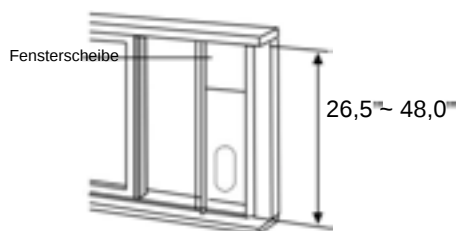

Abb. 13
2. Bringen Sie die Fenster Slider-Ausrüstung am Fenster-Hocker an. Stellen Sie die Länge des Fensters Schieber Kit gemäß der Breite des Fensters, verkürzen die einstellbare Window-Kit, wenn die Breite des Fensters weniger als 26,5 Zoll. Öffnen Sie den Fensterflügel und legen Sie die Fenster Slider-Ausrüstung auf dem Fenster-Hocker. Siehe Abb.13.